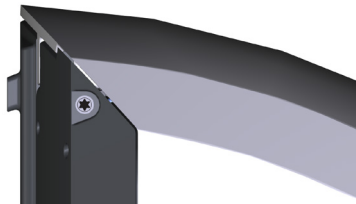

Figure 2 : emplacement des vis Torx T25 pour desserrer, ajuster et fixer le boîtier
3. A l'aide d'un tournevis Torx m5 (T25), desserrez les deux vis sur le côté arrière du boîtier (voir figure 2).